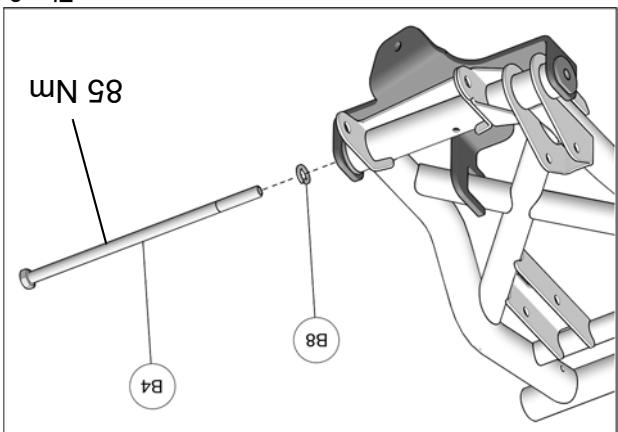

Fig. 8
8. Glisser la rondelle de blocage (B8) sur le nouveau boulon M12x280mm (B4); insérer le boulon à travers l'ancrage, la T-bague (B5), le bras de suspension jusqu'à la T-bague fileté (B6). Visser le boulon et serrer à un couple de 85 N•m [63 lb•ft]. Voir la Fig. 8